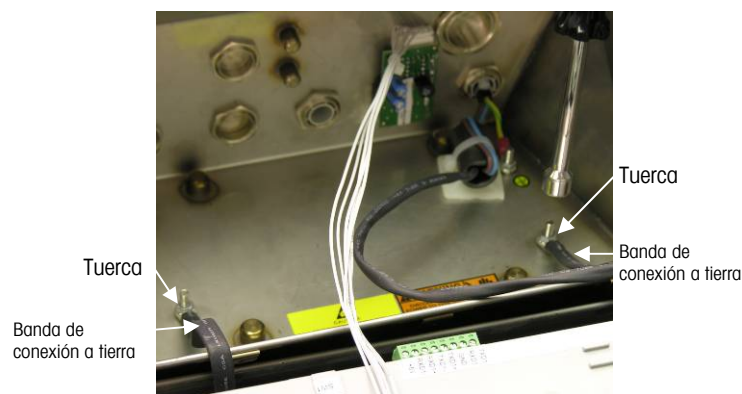

Figura 2-8: Para aflojar las cintas de conexión a tierra
- B. Afloje y quite las dos tuercas que fijan las cintas de conexión a tierra (que también funcionan como bisagras para la tapa frontal) con la caja posterior. Vea la Figura 2-8.